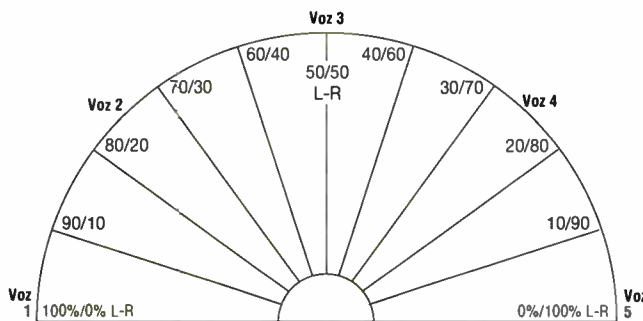

Fig. 4: Grupo vocal de cinco voces
- Voz 5: 0% L/100% R (ver Fig. 4)